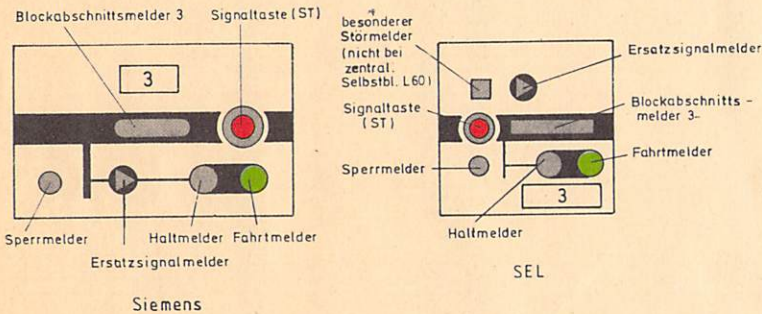

Bild 1
- (2) Die Grundstellung der Selbstblocksignale ist die Fahrtstellung (vgl. Bild 1).